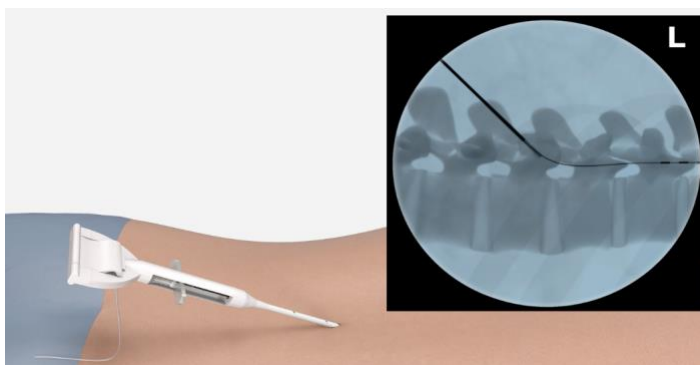

Abbildung 7
8. Entfalten Sie den SandShark-Anker, indem Sie den Griff zurückziehen (siehe Abbildung 7).